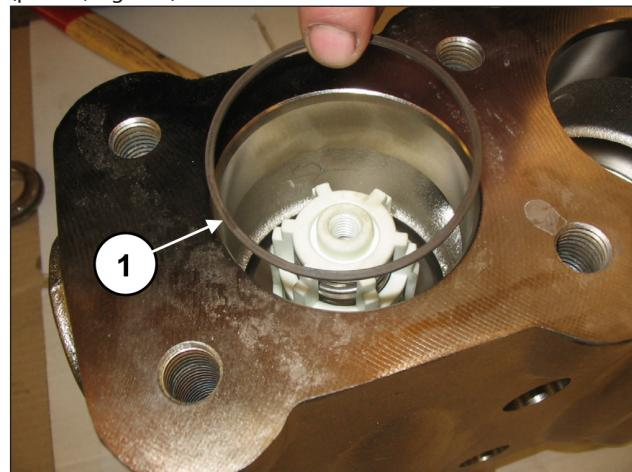

Fig. 126
Introducir la anilla antiextrusión, pos. dibujo desglosado 16 (pos. ①, Fig. 126).